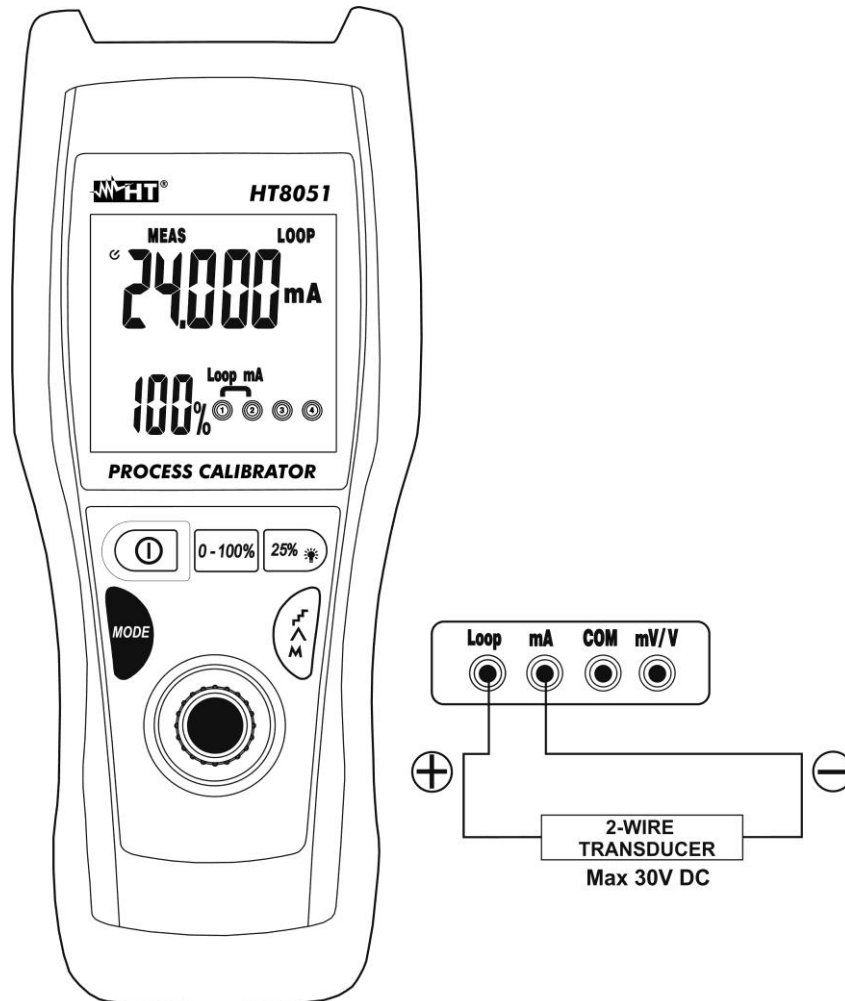

Abb. 7: Messung von Ausgangs-Gleichstrom aus externen Wandlern (Loop)
4. Verbinden Sie die grüne und die schwarze Messleitung mit dem externen Wandler, und dabei achten Sie auf die Strompolarität und -richtung (siehe Abb. 7)
6. Die "-OL-"-Meldung gibt an, dass der zu messende Strom den maximalen Wert, der mit dem Gerät gemessen werden kann, überschreitet. Zur Erzeugung des negativen Spannungswerts drehen Sie die Messleitungen in die umgekehrte Richtung in Bezug auf die Verbindung in Abb. 7